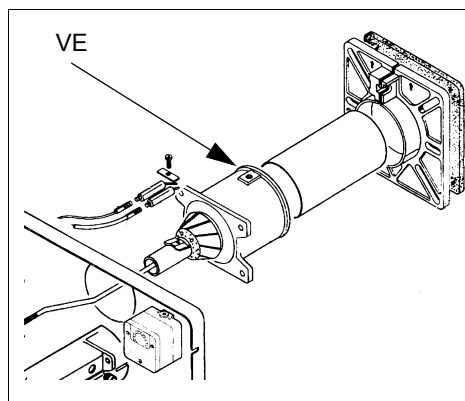

Рис.28b
- ? Демонтируйте, проверьте и очистите головку сгорания (см. Рис. 28а, Рис. 28b, Рис. 28с);
Тип S3 (Рис. 28а) и S5 (Рис. 28b)